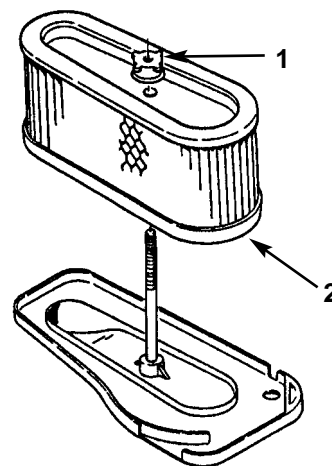

Fig. 29
5. Svitare il dado di gomma e togliete il filtro di carta (Fig. 29).
2. Inserite il filtro dell'aria al completo sull'asta lunga. Ora avvitate con le dita il dado di gomma contro il filtro dell'aria (Fig. 29).